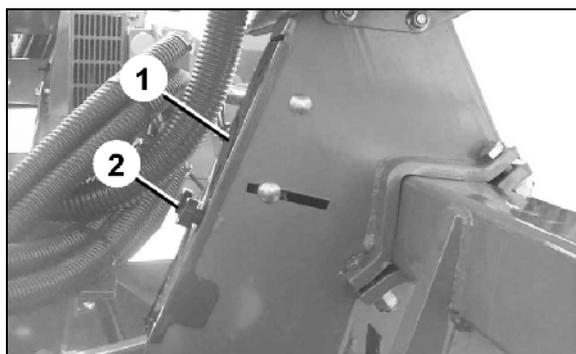

Fig. 31
1. Soltar las tuercas de mariposa (Fig. 31/2).
2. Retirar el cubrecadena (Fig. 31/1).